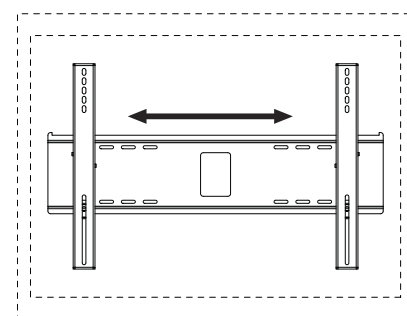

fig 3.2
Réglage de l'écran : L'écran peut être réglé horizontalement en desserrant la vis de sécurité de trois tours complets à l'aide d'une clé hexagonale (L) Réglez l'écran comme illustré à la figure 3.2. Serrez les vis de sécurité.